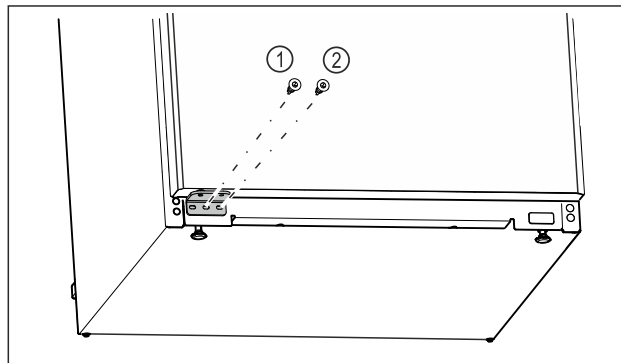

Fig. 21
- ▶ Затяните центральный винт опорного кронштейна Fig. 21 (1) отверткой Torx 20.
- ▶ Затяните внутренний винт опорного кронштейна Fig. 21 (2) отверткой Torx 20.